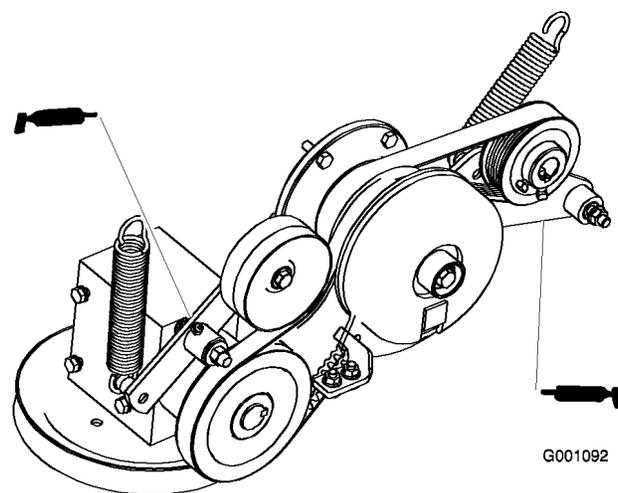

Figure 32
7. Graissez le bras de la poulie de tension de la courroie d'entraînement de PDF (Figure 32).
8. Graissez le bras de la poulie de tension de la courroie de pompe (Figure 32).